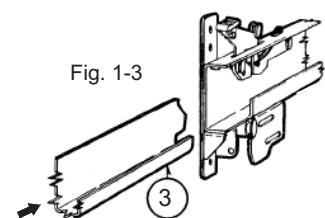
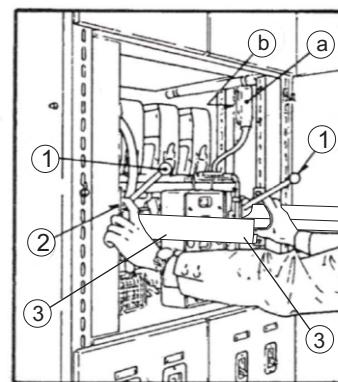

Fig. 1-3
Fig. 1-4
- 4) Premere i pulsanti (2) fig. 1-4
- 5) Al termine dell'operazione di sezionamento i pulsanti (2) debbono tornare nella posizione iniziale.
- 6) Inserire le guide asportabili (3) nelle guida fisse e assicurarsi che siano ben alloggiate nella guida di scorrimento effettuando a tale scopo una pressione verso il basso sulle estremità libere. fig. 1-3
- Premere i pulsanti (2) verso il basso (fig. 1-4).
- 4) Press the buttons (2) fig. 1.4.
- 5) After the draw-out operation, the buttons (2) must return to their initial positions.
- 6) Fit the removable guides (3) into the fixed guides and make sure that they are securely housed in the sliding guide by pressing down on the free ends (fig. 1-3).
- Press the buttons (2) downwards (fig. 1-4).
- 4) Die Tasten (2) Abb. 1-4 drücken.
- 5) Am Ende des Trennvorgangs müssen die Tasten (2) in ihre ursprüngliche Position zurückkehren.
- 6) Die abnehmbaren Führungen (3) in die festen Führungen stecken und sicherstellen, dass sie gut in die Gleitführung einrasten, indem man zu diesem Zweck einen Druck nach unten auf die freien Enden ausübt (Abb. 1-3).
- Die Tasten (2) nach unten drücken (Abb. 1-4).
- 4) Appuyer sur les boutons-poussoirs (2) fig. 1-4
- 5) A la fin de l'opération de sectionnement les boutons-poussoirs (2) doivent revenir dans la position initiale.
- 6) Monter les glissières démontables (3) dans les glissières fixes et vérifier qu'elles sont logées correctement dans la glissière de coulistement en exerçant, dans ce but, une pression vers le bas sur les extrémités libres. fig. 1-3
- Appuyer sur les boutons-poussoirs (2) vers le bas (fig. 1-4).
- 4) Pulsar los pulsadores (2) fig. 1-4
- 5) Al finalizar la operación de seccionamiento, los pulsadores (2) deben volver a la posición inicial.
- 6) Introducir las guías removibles (3) en las guías fijas y cerciorarse que estén bien alojadas en la guía de deslizamiento efectuando para ello una presión hacia abajo en las extremidades libres fig. 1-3
- Pulsar los pulsadores (2) hacia abajo (fig. 1-4).